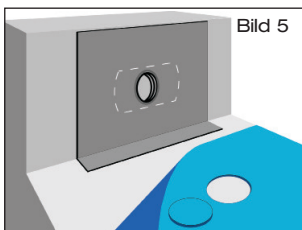

Bild 5
1.6 Dampfsperrbahn aus **Bitumen** oder **Kunststoff** ausrollen. Im Bereich des Schiebeflansches Dampfsperrbahn kreisförmig mit Lochdurchmesser 150 mm ausschneiden (Bild 5 bzw. 5A). Dampfsperrbahn zurückrollen.